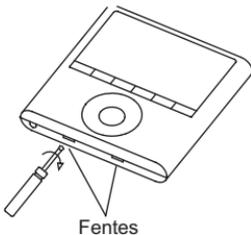

Figure 7 – Fentes
2. Retirez la partie supérieure du fil (voir fig. 7).